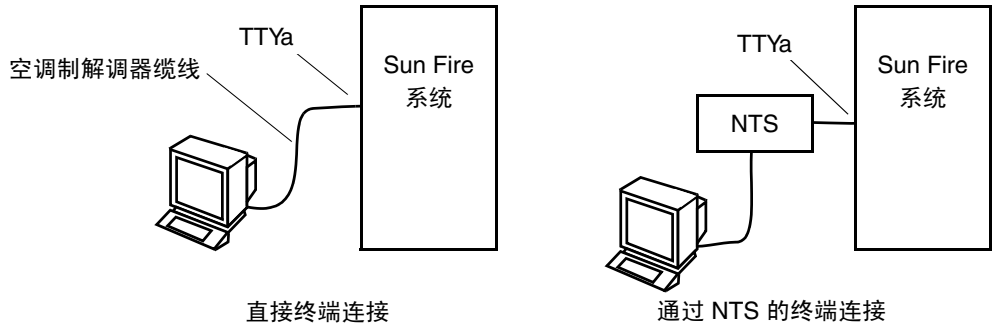

图 4-3 串行缆线连接
2. 将串行缆线的另一端连接到选定的 ASCII 终端或 NTS 服务器（图 4-3）。